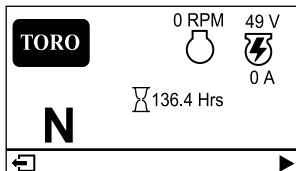

Figure 26
- **Écran d'information principal** (Figure 26) : affiche les données actuelles de la machine quand la clé est à la position CONTACT.